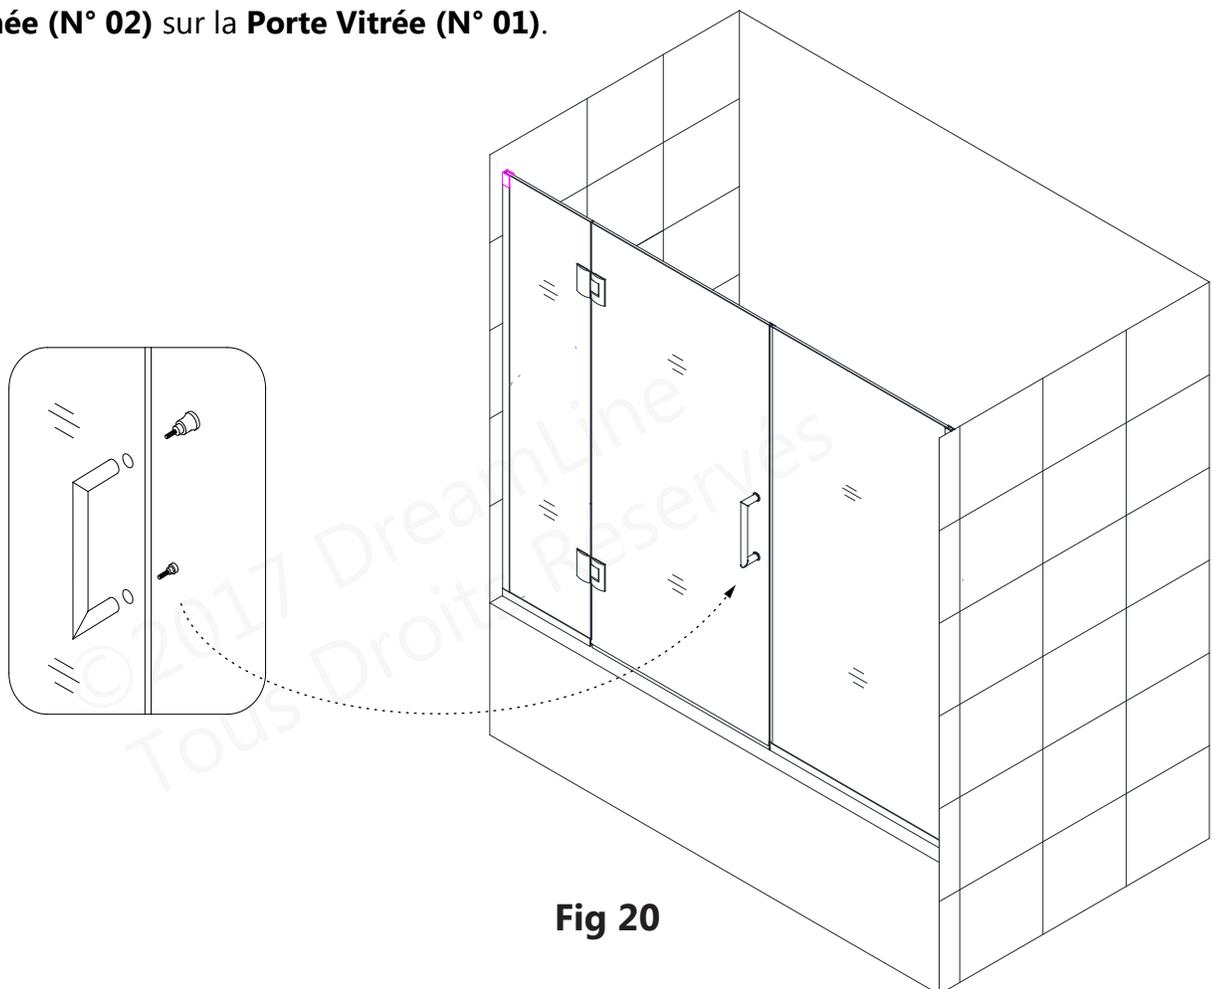

Fig 20
19. Posez la **Poignée (N° 02)** sur la **Porte Vitrée (N° 01)**. (**Fig 20**)